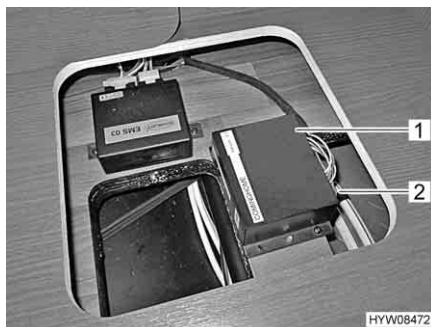

Fig. 69 Apparato di controllo
- Sollevare la piastra del pavimento nell'armadio guardaroba (Fig. 69).
Oppure, sfilare la spina di collegamento (Fig. 69,2) dall'apparato di controllo (Fig. 69,1), quindi reinserirla.